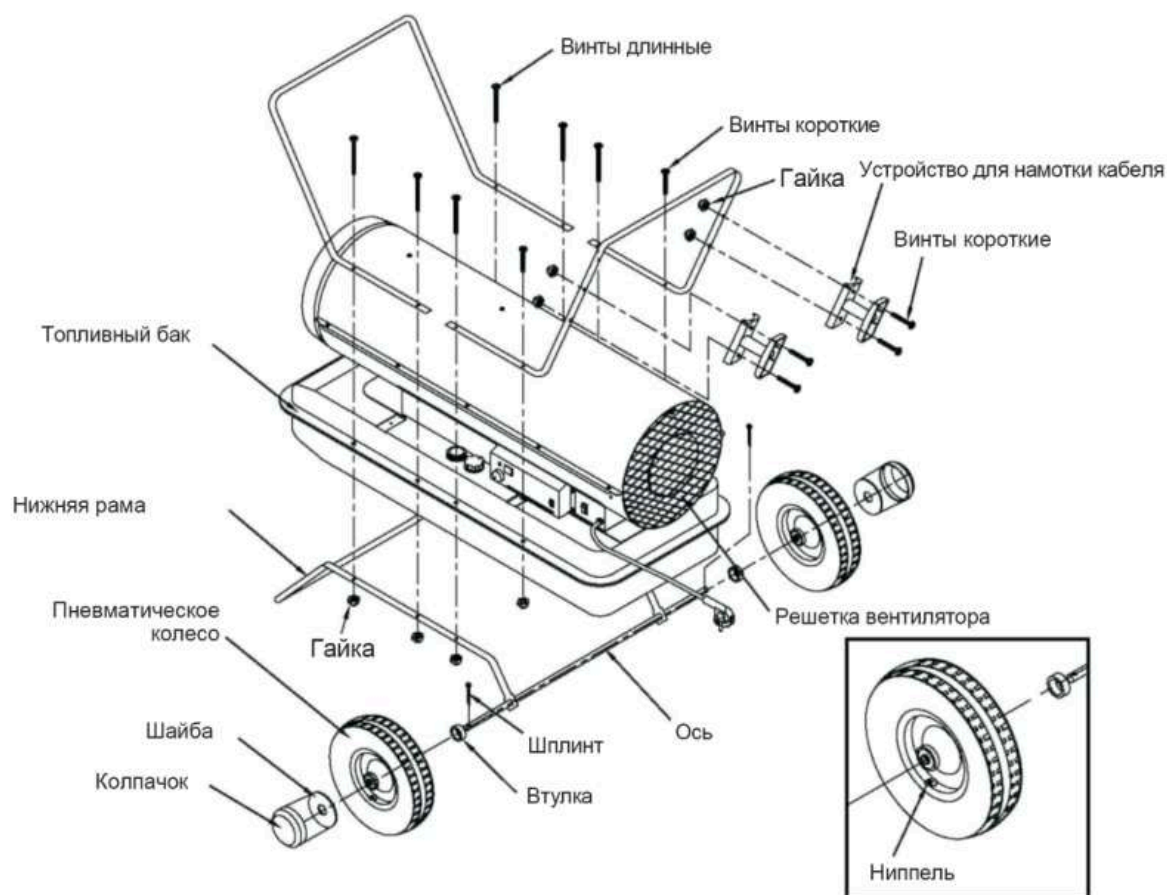

Рис. 3. СБОРКА НАГРЕВАТЕЛЯ
- 3) Установите нагреватель на раму. Убедитесь, что отверстие забора воздуха (задний торец) находится позади колес. Совместите крепежные отверстия в раме, в топливном баке, в передней и задней ручках как показано на рис.3 и закрепите винтами с шайбами.
- 4) Прикрепите к задней ручке кронштейны для намотки кабеля питания, как показано на рис.3.